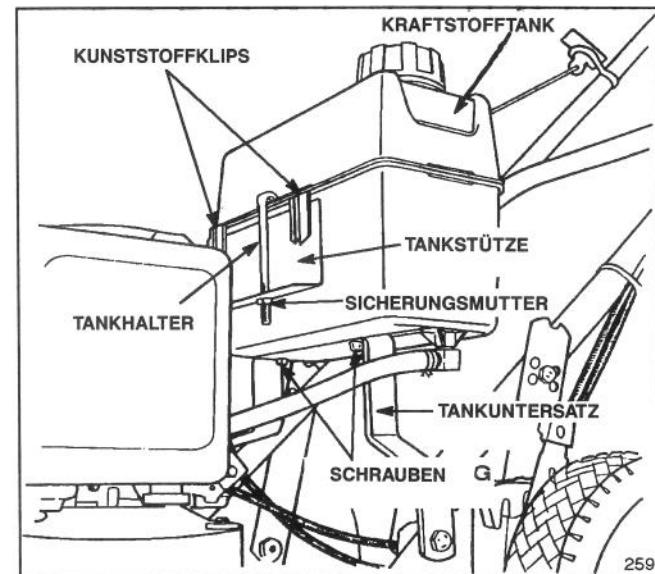

Abbildung 3
- Die Kunststoffklips auf der Hinterseite des Kraftstofftanks in die Kraftstofftankstütze einklinken (Abb. 3).
- Kraftstofftank mittels (2) Schrauben auf dem Tankuntersatz befestigen (Abb. 3). Schrauben nicht zu fest anziehen.
- Tankhalter am Kraftstofftank einhaken und das Ende des Halters in das Loch in der Kraftstofftankstütze einführen. Halter mittels Sicherungsmutter (Abb. 3) an der Kraftstofftankstütze befestigen. Nicht zu fest anziehen.